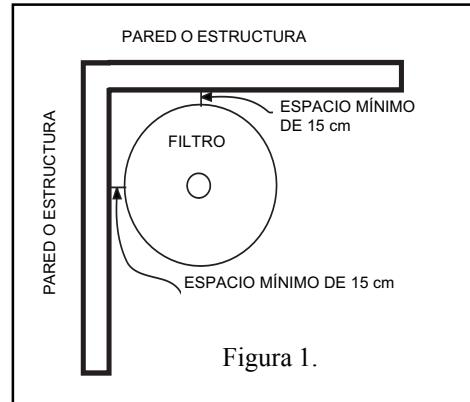

Figura 1.
- Deje suficiente espacio alrededor del filtro para poder verificar visualmente que la abrazadera está instalada en la forma correcta, vea la figura 1.